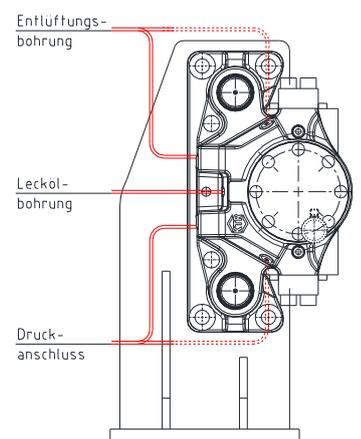

Bild 15: Druckanschluss einer Bremse
- Schließen Sie die Druckölleitung an einen der Druckanschlüsse der Bremse an (siehe Bild 15, 16 und 17), hierfür vorher die Verschlusschraube entfernen.